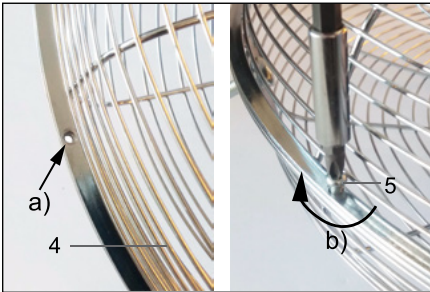

Fig.2: Montage Schutzgitter
4. Setzen Sie die 2. Schutzgitterhälfte (4) auf das Schutzgitter mit dem Motorblock und dem Rotor auf.
*Die Löcher von beiden Hälften müssen jeweils übereinanderliegen. Siehe Abb. 2 a).*
5. Stecken Sie zunächst alle Kreuzschlitzschrauben (5) durch die dafür vorgesehenen Löcher beider Gitterhälften.
6. Drehen Sie die Schrauben dann jeweils in diagonaler Reihenfolge im Uhrzeigersinn fest, Abb. 2 b).